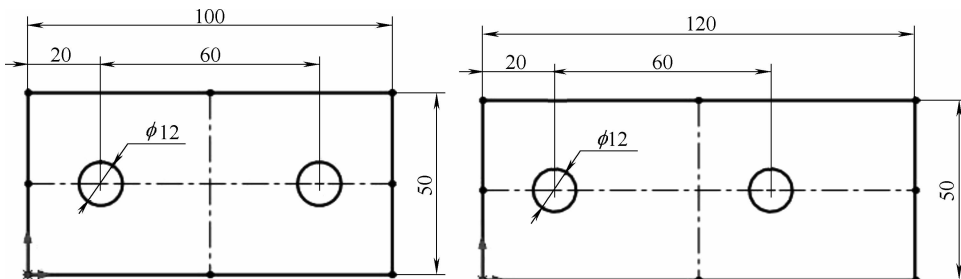

图 2-73 尺寸标注设计意图二
2) 两个孔以矩形左侧为基准进行标注, 尺寸标注将使孔相对于矩形的左侧定位, 孔位置不受矩形整体宽度的影响, 如图 2-73 所示。